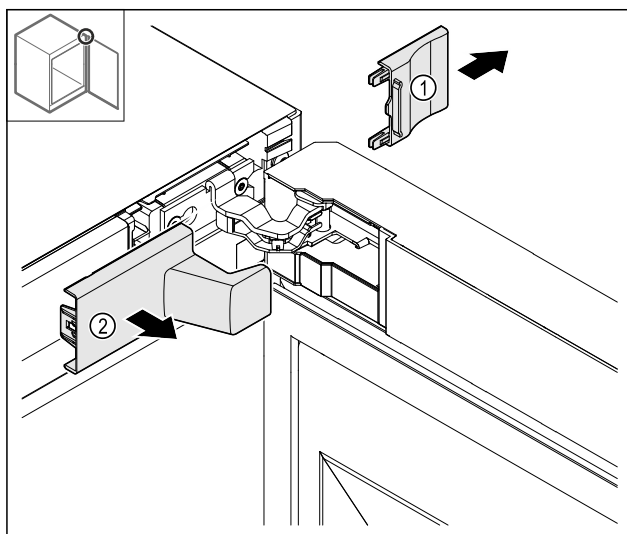

Fig. 13
- ▶ Îndepărtați capacul Fig. 13 (1) și apoi Fig. 13 (2).